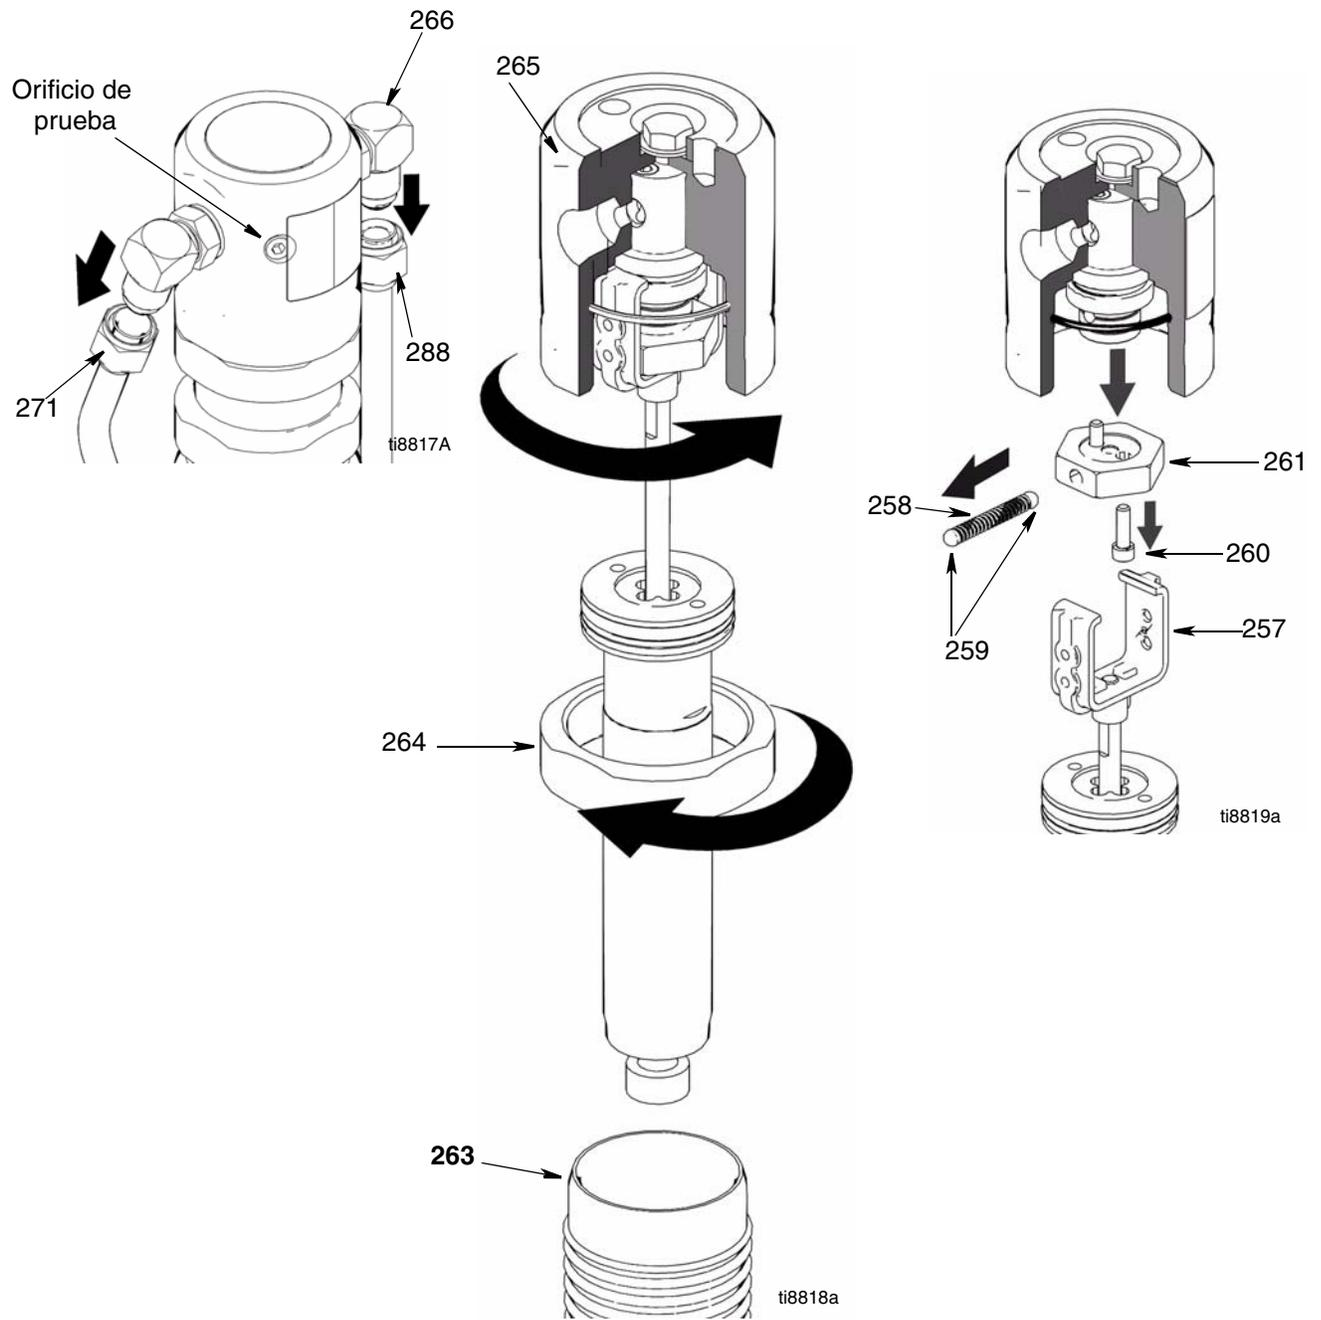

FIG. 5
1. Coloque la tapa del motor hidráulico (265) en un torno de banco.
2. Instale la horquilla (257), el retén del muelle (261), el pistón y el conjunto de la varilla de disparo en la tapa del motor hidráulico (265). Utilice una llave Allen acortada para instalar los dos tornillos (260) en el retén del muelle para sujetar el conjunto del eje del pistón a la tapa del motor hidráulico.
3. Deslice el conjunto del eje del pistón en el cilindro del motor hidráulico (263).
4. Enrosque la tapa del motor hidráulico (265). Desenrosque la tapa del motor hidráulico hasta que la entrada y la salida estén alineadas con los racores de la línea hidráulica y hasta que el orificio de prueba de la tapa del motor hidráulico esté dirigido hacia la protección de la correa (117).
5. Apriete la contratuerca (264) contra la tapa del motor hidráulico (265) a un par de 150 ft-lb (17 N·m).
6. Fig. 5. Instale las líneas hidráulicas (271, 288) en los racores (266) del lado superior izquierdo o derecho del motor hidráulico; apriete a un par de 40 ft-lb (54,2 N·m).